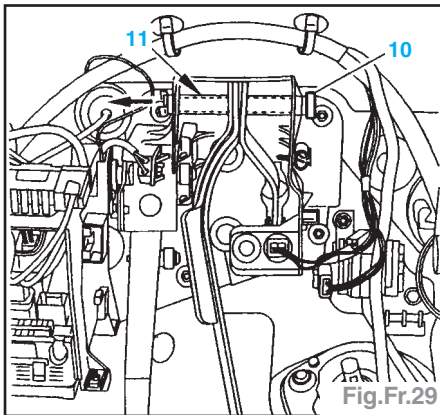
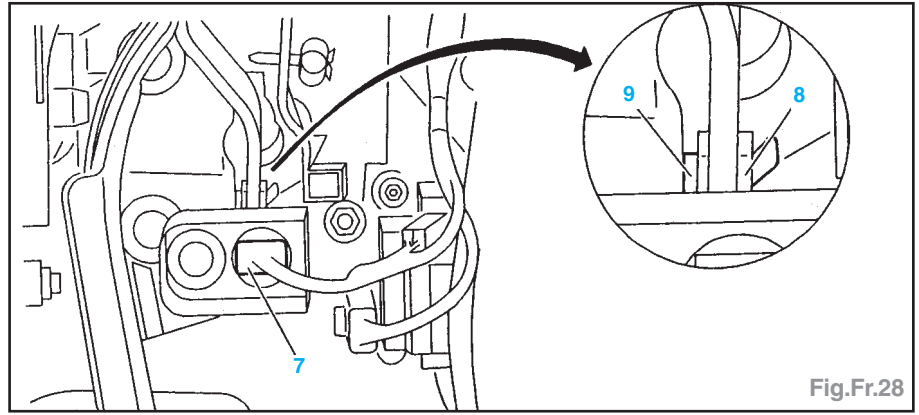

Fig.Fr.29
Fig.Fr.28
- Déposer le contacteur de frein (7) (Fig.Fr.28).
- Ecarter le contacteur de frein (7) et son faisceau de la pédale de frein.
- le clip de maintien (8),
- l'axe (9).
- Déposer (Fig.Fr.29) :